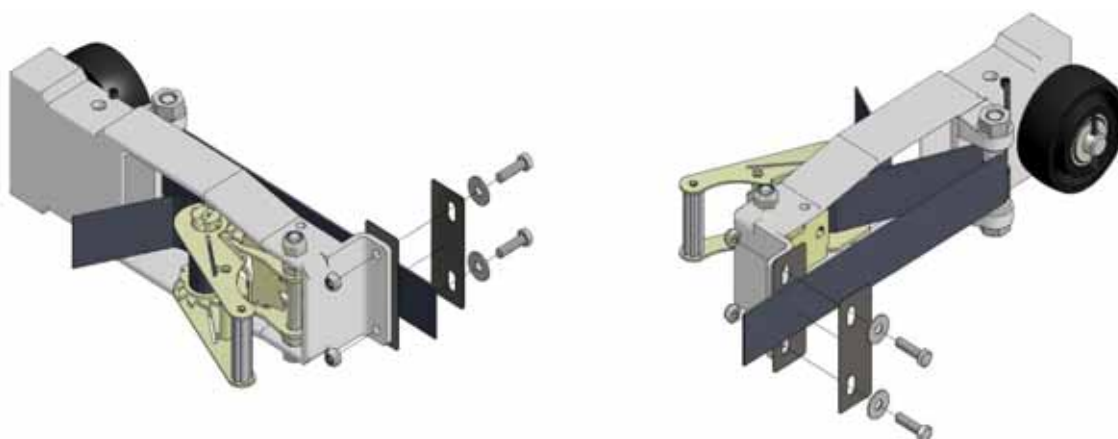

Abbildung 15
4.6 Schrauben Sie die Laufrollen mit den mitgelieferten M8 x 30 Schrauben wieder am Netz fest, wie in Abbildung 15 gezeigt (im Bild wurde der Stoff entfernt). Damit die Schraube durch das Paneel geführt werden kann, müssen Sie einen 15 mm bis 20 mm langen Schlitz in den Stoff schneiden. Beachten Sie, dass der Gewebegurt zwischen den beiden PVC-Pads liegen muss.